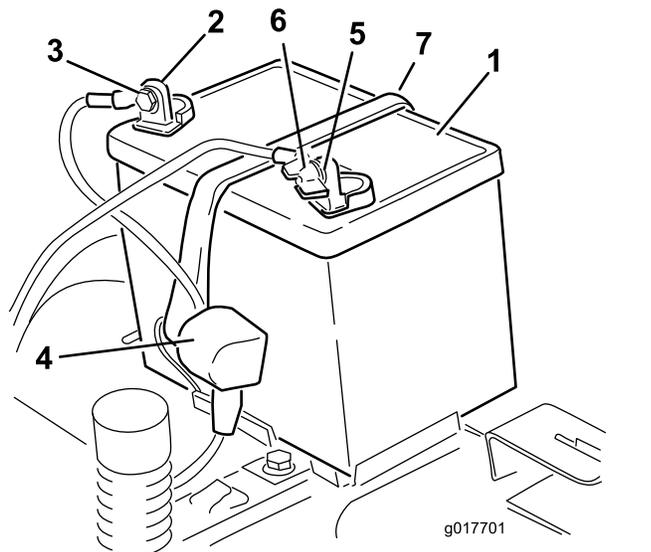

Figure 37
4. Débranchez le câble négatif (noir) de mise à la masse de la borne de la batterie (Figure 37). Conservez toutes les fixations.
5. Repoussez le capuchon en caoutchouc sur le câble positif (rouge). Débranchez le câble positif (rouge) de la borne de la batterie (Figure 37). Conservez toutes les fixations.
6. Déposez la barrette de maintien de la batterie et soulevez la batterie de son support (Figure 37).
- Placez la batterie dans son support (Figure 37).
- Fixez la batterie en place à l'aide de la barrette de maintien (Figure 37).